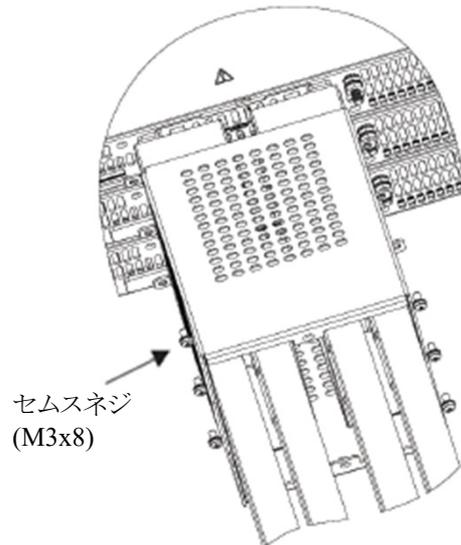

図4-37 出力端子カバーのリアパネルへの取り付け方法
5. 図4-37に示すようにM3×8セムスネジ(製品に添付されています)を使用して、電源のリアパネルに出力端子カバーを取り付けます。
(図4-37はGSP15kWの場合ですが、GSP10kWも同様です。